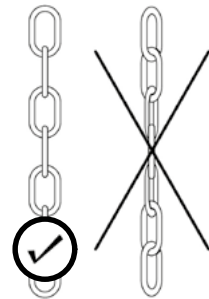

Рисунок 7
- Аварийная ручная цепь ни в коем случае не должна быть перекручена (рис. 7), так как в противном случае могут возникнуть неисправности в работе узла аварийного ручного управления.